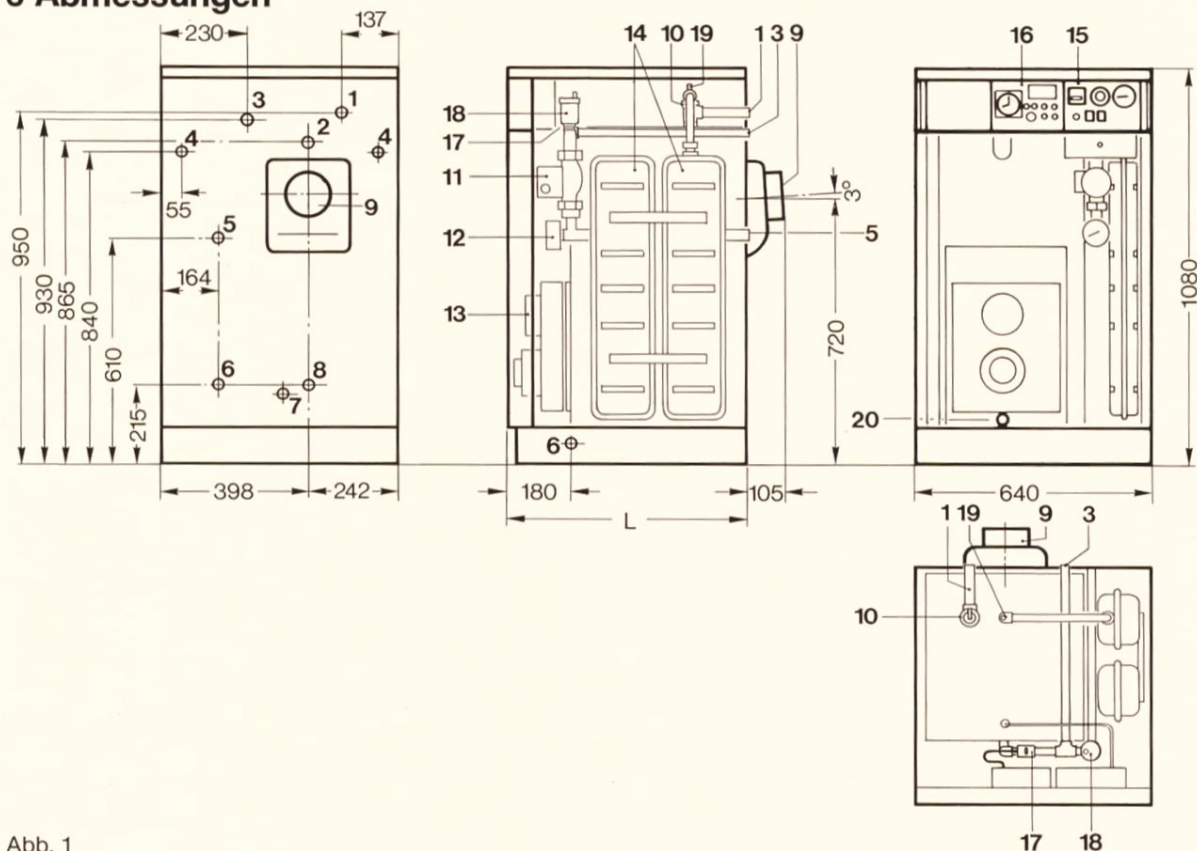

Abb. 1
Legende zu Abb. 1
- Heizungsverlaufanschluß für 1. Heizkreis (Heizkreis B) am Vorlaufanschluß (5) anschließen. Siehe Abb. 1, Seite 3.
- Heizungsverlaufanschluß für 2. Heizkreis (Heizkreis M) am Vorlaufanschluß (3) anschließen.
- Heizungsrückläufe von 1. und 2. Heizkreis zusammengeführt am Rücklaufanschluß (8) anschließen.
- Von der Abblasleitung (1) des Sicherheitsventils (9) sollte bauseits ein Ablaufrohr zu einem Bodenein-